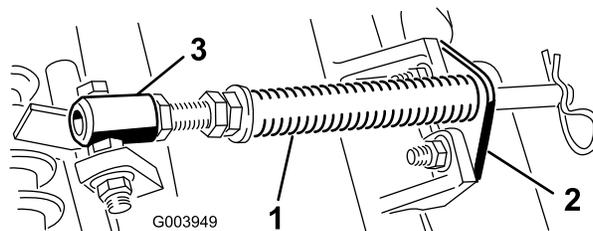

Рисунок 5
- А. Удалите два каретных болта и гайки крепления кронштейна штока к выступам режущего блока (Рисунок 5).
- В. Удалите фланцевую гайку крепления болта трубки пружины к выступу несущей рамы (Рисунок 5). Удалите этот узел.